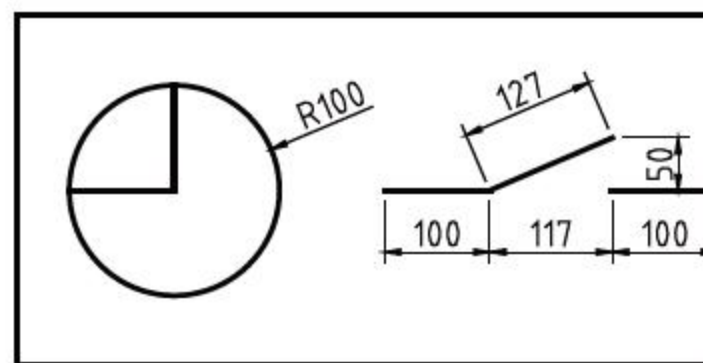

图2-153 完善图形
- (2) 调用C【圆】命令、L【直线】命令，完善内部图形，如图2-153所示。